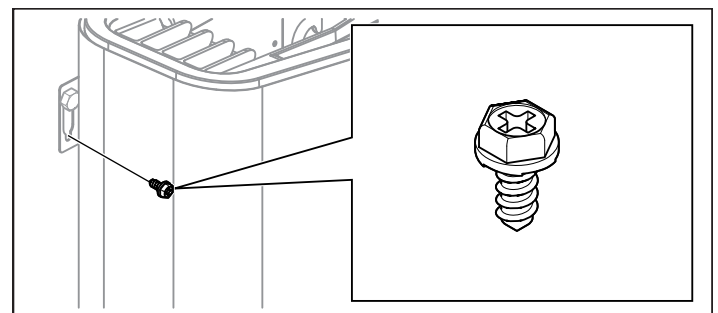

Fig 10: Konsolens låsskriv
8. Lås aggregatet på plats med låsskruven (se Fig 10).